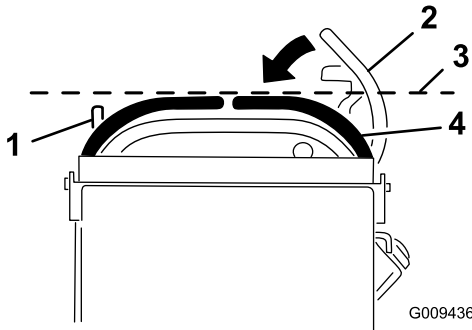

Figura 71
3. Empuje la palanca de control de movimiento de la derecha hacia abajo, sacándola de la posición de bloqueo/punto muerto (Figura 71).
4. Compruebe que la palanca de control de movimiento de la derecha quede alineada en sentido horizontal con la palanca de control de movimiento de la izquierda (Figura 71).